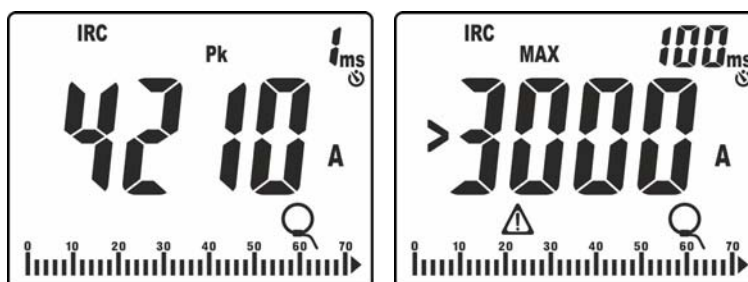

Fig. 44: Esempi di visualizzazioni della corrente di spunto
- Valore di picco "Pk" calcolato in un **1ms** (vedere Fig. 44 – parte sinistra)
11. Se la corrente misurata è maggiore del FS della pinza impostato, il messaggio come quello riportato nella Fig. 44 – parte destra (relativo a FS = 3000A) è mostrato a display